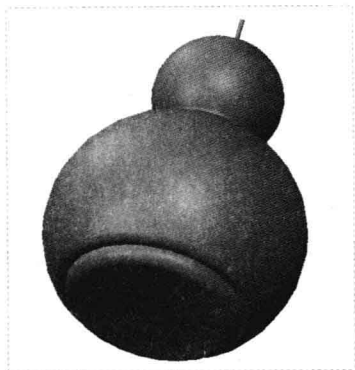

图 8-49 图形文件
Step 01 按【Ctrl+O】组合键，打开图形文件，如图 8-49 所示，在“功能区”选项板的“模型”选项卡中，单击“高级”面板中的“槽”按钮